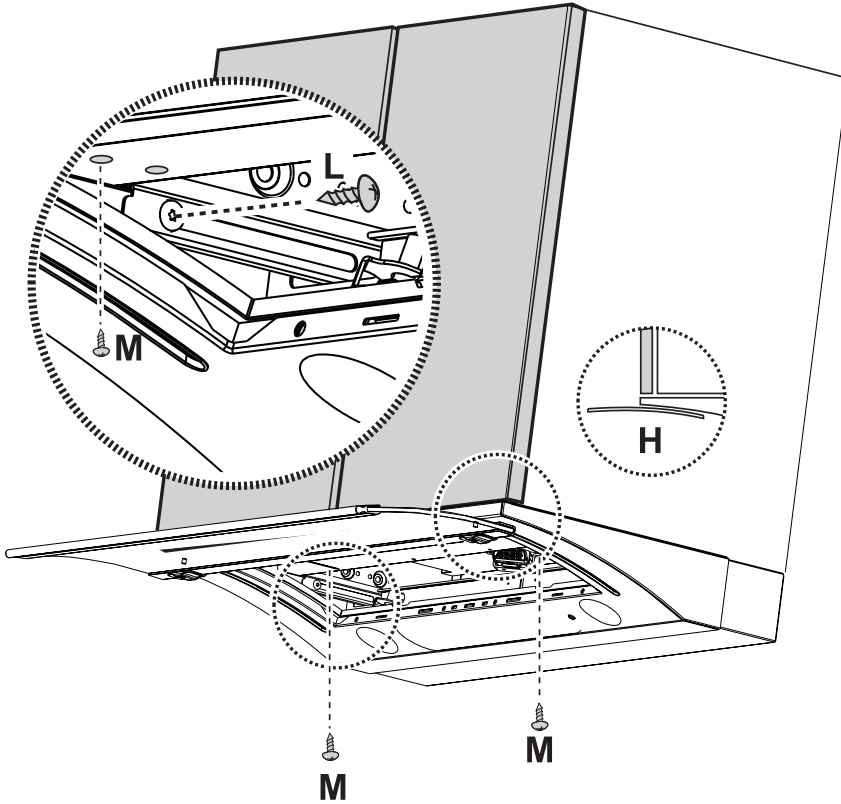

Fig. 7
7. Verschieben Sie die Blende, bis sie mit dem Hängeschrank fluchtet (**H** - Abb.7). Fixieren Sie sie mit 2 Schrauben (eine pro Seite - **L** - Abb. 7 - Zum Einführen der Schrauben ist erst die Filterabdeckung zu entfernen, worauf die Schrauben in die auf den Führungsleisten des Mantels befindlichen Einsätze eingeschraubt werden können).
8. Die Blende mit 2 Schrauben **M** am Hängeschrank befestigen (Abb. 7, hierzu zwei der vier bestehenden Bohrungen verwenden) und prüfen, dass die Schrauben richtig greifen.